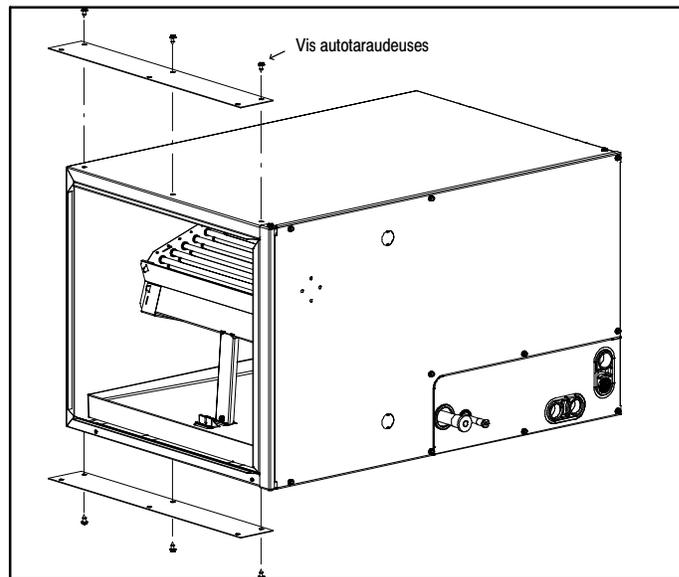

Figure 4 – Installation horizontale vers la droite
1. Utilisez des plaques de fixation fabriquées sur place pour fixer le serpentín à l'appareil de chauffage. (Consultez la **Figure 4.**)